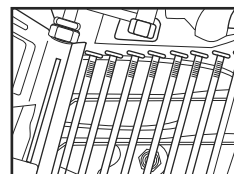

Figure 3
3. **Charger le rouleau de clous :** Déposez le rouleau de clous sur la tige de la cartouche. Déroulez assez de clous pour atteindre le cliquet d'alimentation. Placez le premier clou devant la dent avant sur le cliquet d'alimentation, dans le guide de tige de propulsion. Les têtes de clou doivent être positionnées dans la fente située dans le nez. (Voir Figure 3)